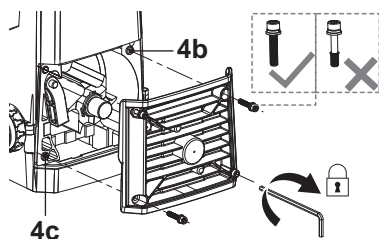

Fig. 15
5. Remettez en place la lame et la contre-lame (si vous les avez enlevées), le capot [4] (Fig. 15, étape 1), et fixez-les en serrant les boulons (x4) [4a] à l'aide de la clé hexagonale [24] (Fig. 15, étape 2). Veuillez noter que les boulons à filetage long vont dans les trous en haut à droite et en bas à gauche (Fig. 15).